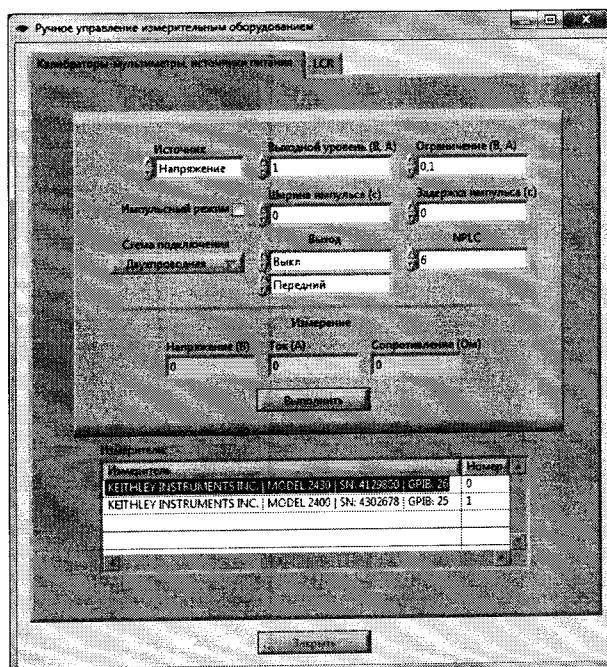

Рисунок 3
- В режиме администратора выбрать «Измерители», после чего запустить ручное управление измерительным оборудованием. В появившемся окне (рисунок 3) выбрать закладку «Калибраторы-мультиметры, источники питания». В поле «Измерители» выбрать источник питания 2260B-30-108. Установить: «Источник» – в режим «Напряжение», «Ограничение (В, А)» – 0,01, «Выходной уровень (В, А)» – 0, «Схема подключения» – «Двухпроводная». После этого установить «Выход» в режим «Вкл».
2. В поле «Измерители» (рисунок 3) выбрать источник питания 2260В-30-108. Установить: «Источник» – в режим «Ток», «Ограничение (В, А)» – 1,0, «Выходной уровень (В, А)» – 0, «Схема подключения» – «Двухпроводная». После этого установить «Выход» в режим «Вкл».